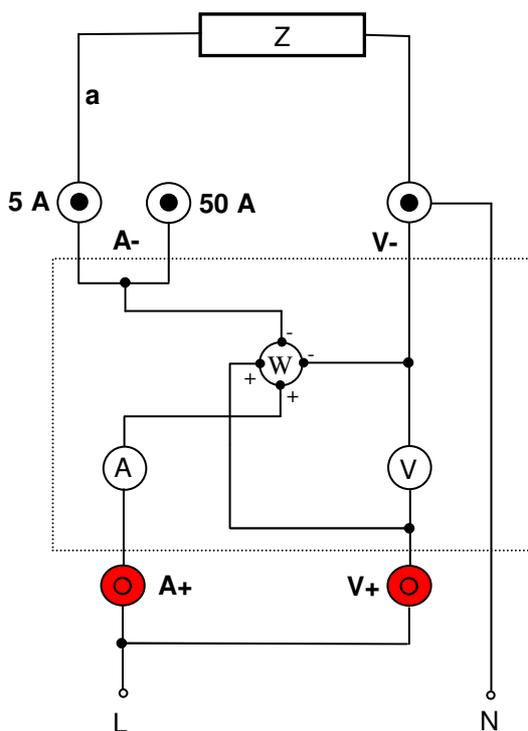
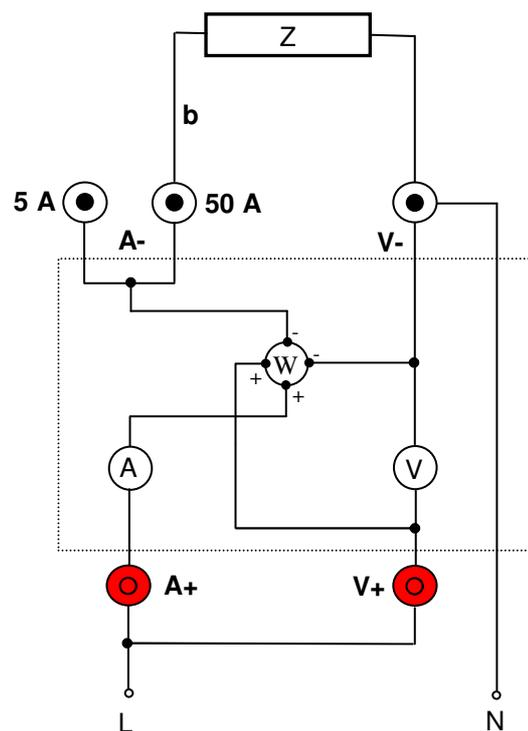

Figura 1
Figura 2
Per il collegamento del multimetro digitale di potenza ad un carico fare riferimento allo schema di collegamento descritto in figura 1 e figura 2:
- **caso a** (figura 1): carico massimo ammesso 5 Aeff (pulsante A÷10 attivato)
- **caso b** (figura 2): carico massimo ammesso 50 Aeff (pulsante A÷10 disattivato)